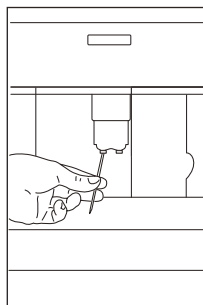

Рис. 34
- ▶ Регулярно проверяйте, не засорились ли отверстия краника выдачи кофе. При необходимости удаляйте кофейные отложения зубочисткой (Рис. 34).
<p>Рис. 34</p>
<p>Рис. 34</p>  <p>Рис. 35</p>